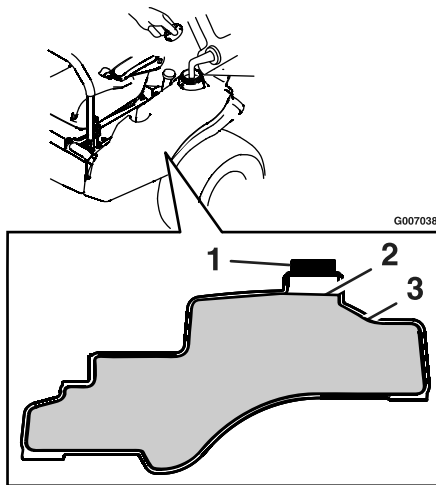

Figure 8
3. Ajoutez de l'essence ordinaire sans plomb jusqu'à ce que le réservoir soit plein, mais sans faire monter l'essence dans le goulot (Figure 8). L'espace au-dessus doit rester vide pour permettre à l'essence de se dilater. Ne remplissez pas le réservoir complètement.